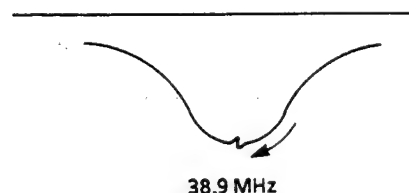

Figure 2-21.
1. A la suite du réglage de bobine de détecteur 38,9 MHz ci-dessus, tourner T1503 pour ajuster la pointe AFT à 38,9 MHz. (Figure 2-21)